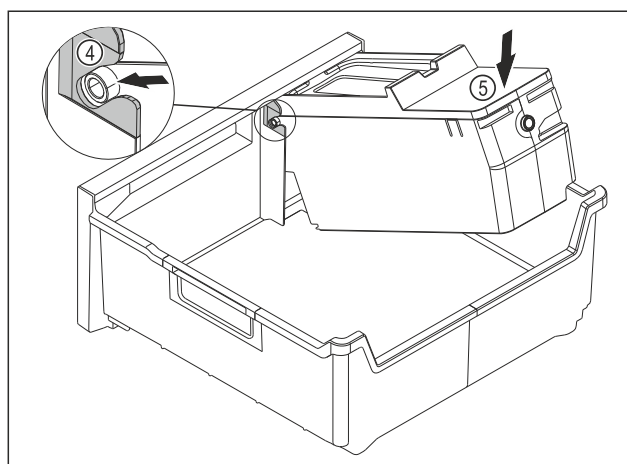

Fig. 149
- ▶ Monter le corps de l'EasyTwist-Ice : Insérer les axes du corps de l'EasyTwist-Ice dans les guides Fig. 149 (4).
- ▶ Appuyer l'arrière du corps de l'EasyTwist-Ice Fig. 149 (5) vers le bas.